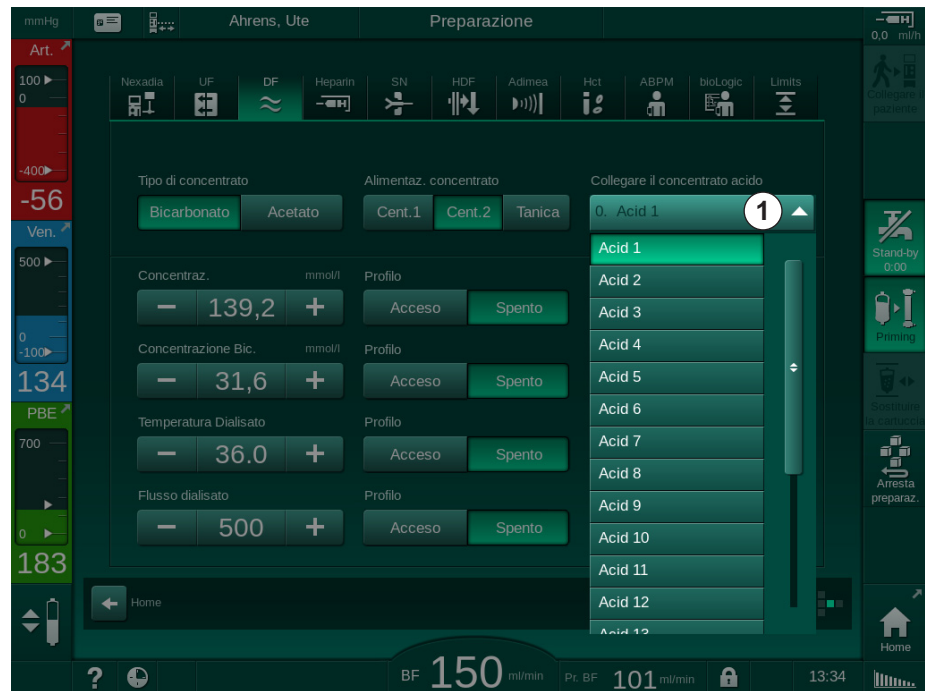

Fig. 5-18 Parametri DF in modalità mmol
Se l'unità mmol/l è stata selezionata per la conducibilità in modalità TSM, viene visualizzato un campo aggiuntivo con il nome del concentrato selezionato (Fig. 5-18, ①). Toccando tale campo viene visualizzata una lista di tutti i concentrati disponibili. Possono essere selezionati fino a 20 acidi e 10 acetati.